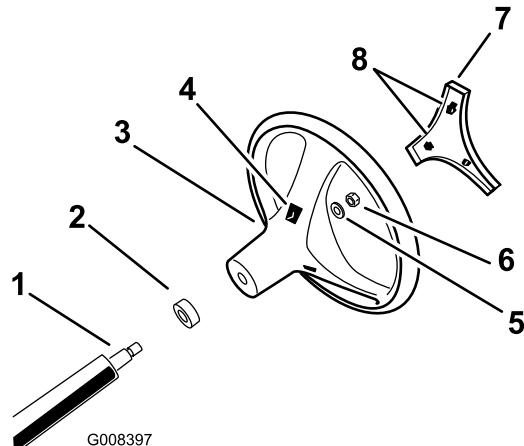

Figura 3
- Attraverso le aperture sul retro del volante, sganciate le linguette di bloccaggio del coperchio centrale e togliete il coperchio dal volante (Figura 3).
- Togliete il dado di bloccaggio e la rondella dal piantone dello sterzo (Figura 3).
- Allineate il volante sulle scanalature del piantone (Figura 3).
- Montate la rondella e il dado di bloccaggio del piantone dello sterzo (Figura 3).
6. Allineate le lingue del coperchio centrale alle aperture nel volante e premete il coperchio sul volante finché le lingue di bloccaggio non scattano in posizione (Figura 3).